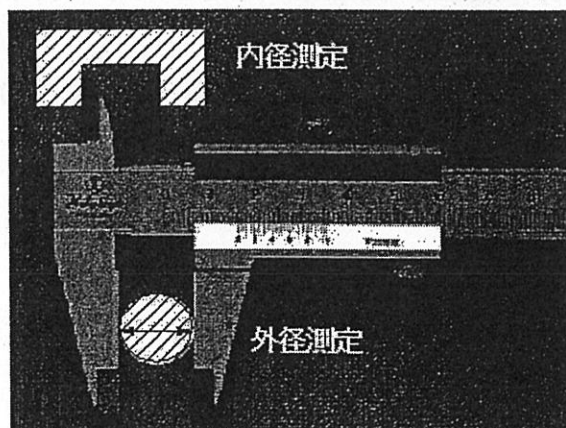

図2
1. 内側測定 クチバシを使って穴の内径などを測定(図2)
2. 外側測定 ジョウを使い厚さや外径を測定(図2)